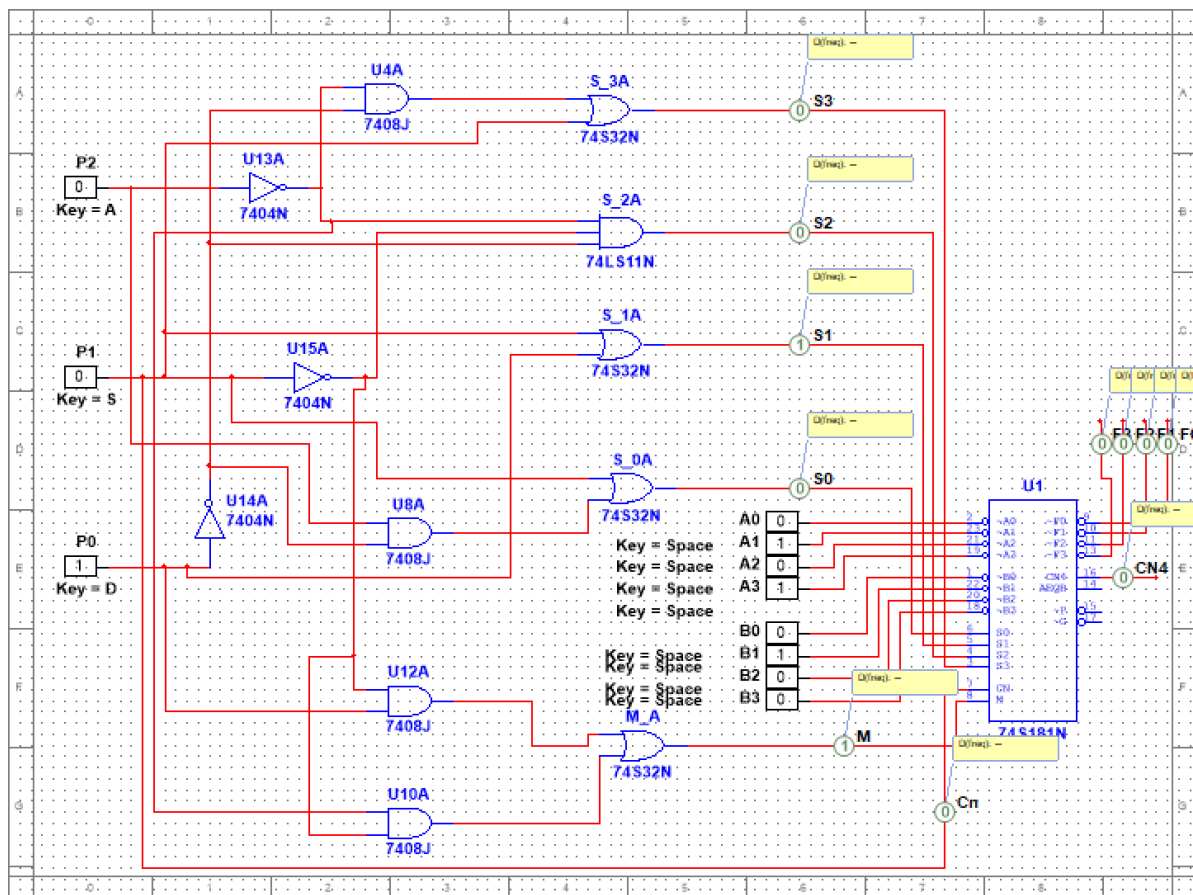

Figura 9. Prueba 2 del circuito completo
- **Prueba 2** (Figura 9):  $(P2, P1, P0) = (0, 0, 1) \rightarrow$  debe realizar la operación  $F = \bar{A}B$ . Si introducimos como entradas  $A = (1010)$  y  $B = (0010)$ , debemos obtener la salida  $F = (0000)$ .